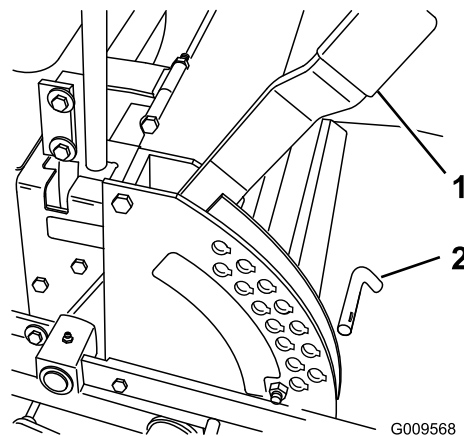

Figure 19
1. Relevez le levier de sélection de hauteur de coupe en position de transport (qui correspond aussi à la hauteur de coupe de 127 mm [5 po]) (Figure 19).
2. Pour changer la hauteur de coupe, retirez l'axe du support de hauteur de coupe (Figure 19).
3. Placez la goupille dans le trou du support correspondant à la hauteur de coupe voulue (Figure 19).